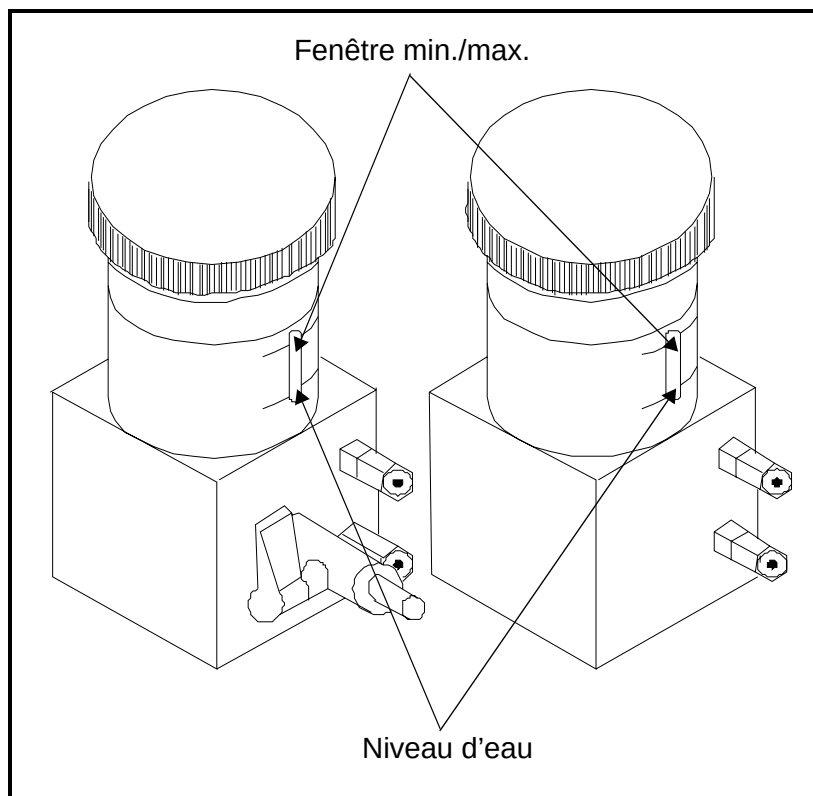

Figure 1-2: Fenêtre min./max. et niveau d'eau
3. Vérifiez le niveau d'eau à l'aide des repères min./max. (cf. Figure 1-2 de la page suivante) sur la cellule à oxygène. L'eau doit couvrir 60 % de la fenêtre.